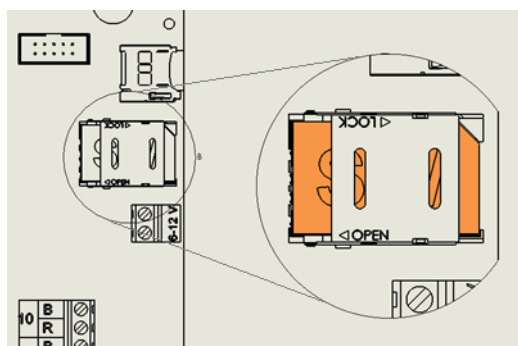

Figure 11: Corretto inserimento della SIM Card
10. Far scorrere la guida dell'alloggiamento SIM card nel senso della freccia etichettata con OPEN per sbloccarla (Figure 11).
13. Tenere premuto la slitta verso il basso mentre la si fa scorrere lungo la guida nel verso della freccia etichettata con LOCK per bloccarla (Figure 11).